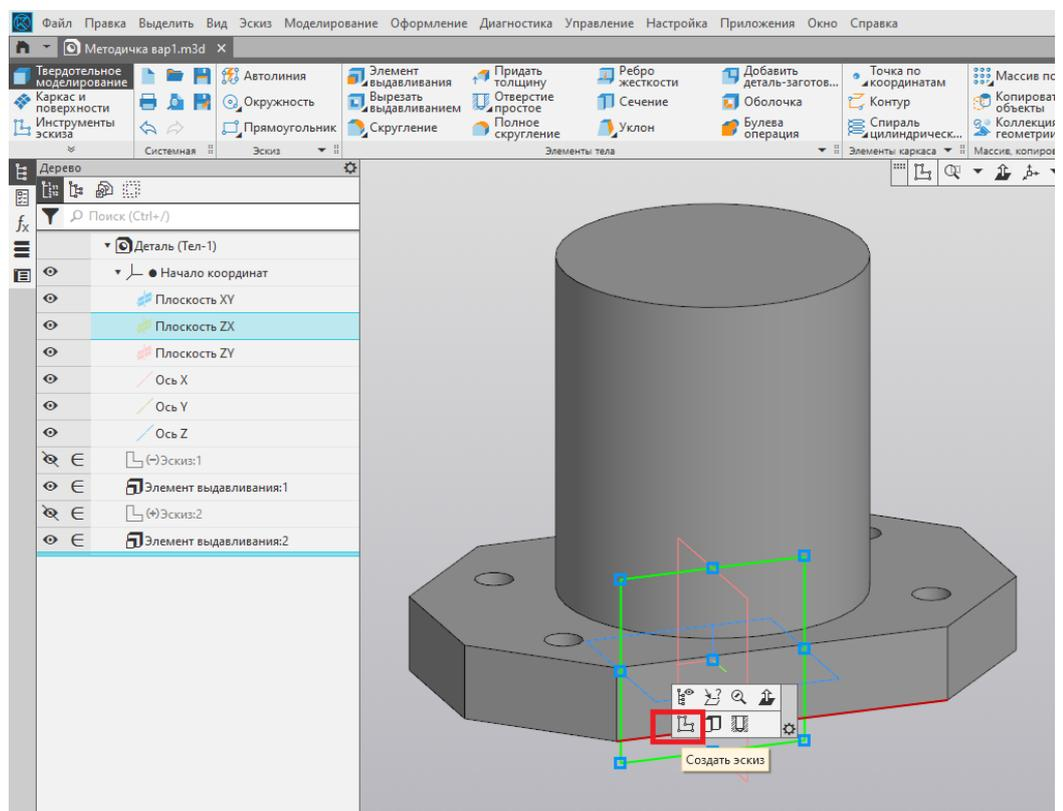

Рис. 18
15. В плоскости ZX создаём новый эскиз (рис. 18).